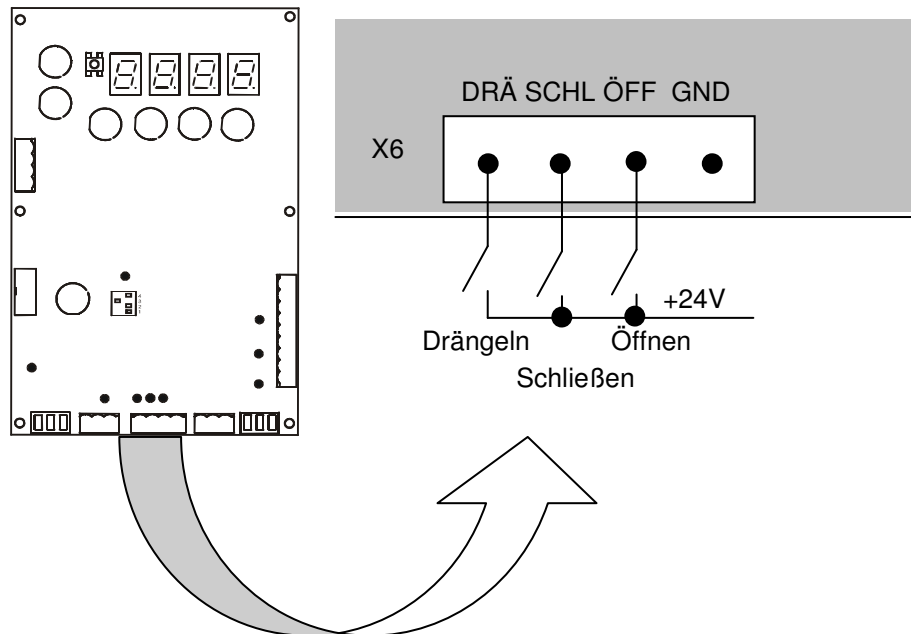

Bild 4-3 Steuersignaleingänge
- 12 - Zuletzt erfolgt der Anschluss der Steuersignalleitungen der Aufzugsteuerung an die Steuersignaleingänge X6 (Bild 4-3).